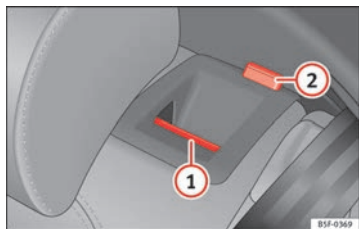

Fig. 93 En el respaldo del asiento trasero: tecla de desbloqueo ①; marca roja ②.
- Tire de la tecla de desbloqueo ⇒ fig. 93 ① hacia delante y, al mismo tiempo, abata el respaldo.
- El respaldo trasero está desbloqueado cuando se ve una marca roja en la tecla ②.
El respaldo trasero está desbloqueado cuando se ve una marca roja en la tecla ⇒ fig. 93 ②.